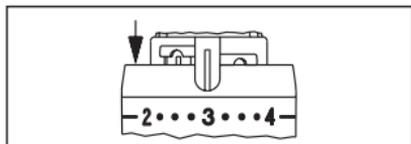

Fig. 10
- Spostare entrambe le clip di limitazione dalla «posizione di sicura» e inserirli nelle sedi subito a destra e a sinistra dell'indicatore dell'impostazione «3» (Fig. 10).